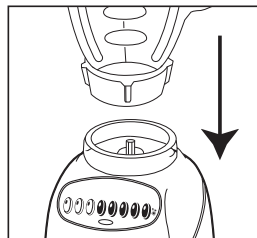

FIGURE 5
6. Placez le récipient sur l'embase. (Figure 5)